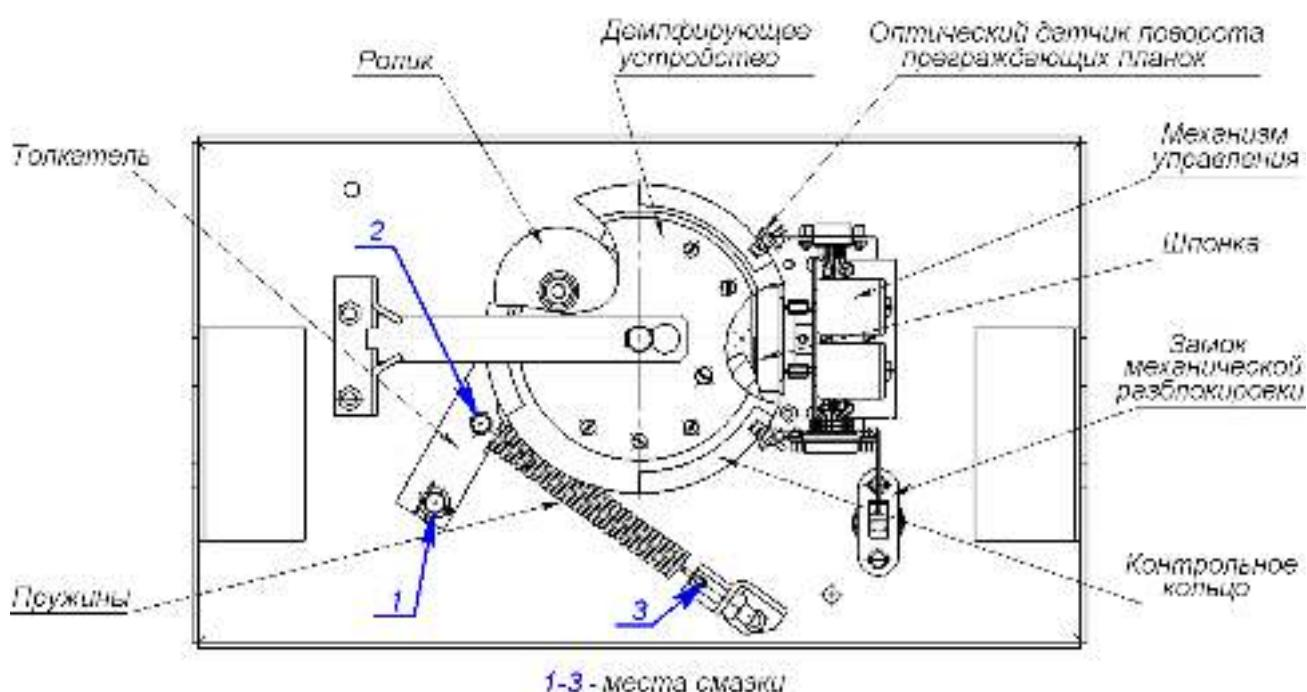

Рисунок 27. Расположение внутренних деталей и узлов стойки ЭП
2. Снимите крышку (3) в порядке, указанном в разд. 6 и положите ее на ровную устойчивую поверхность.
3. Осмотрите устройство доворота (толкателем, пружины и ролик), оптические датчики поворота преграждающих планок и демпфирующее устройство (см. рис. 27).
- четыре втулки на устройстве доворота – две на оси вращения толкателя и две на оси крепления пружин, а также отверстия в деталях крепления пружин, по две - три капли масла в каждое место смазки (места смазки указаны на рис. 27);
- механизмы секретности замка механической разблокировки (9) и замка крышки (4) со стороны замочной скважины.